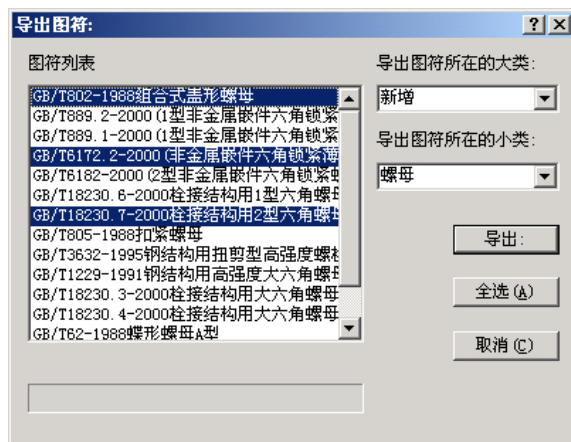

图 8-16 导出图符
- (1) 在【图库管理】对话框中单击【导出图符】按钮，可弹出【导出图符】对话框。如图 8-16 所示。